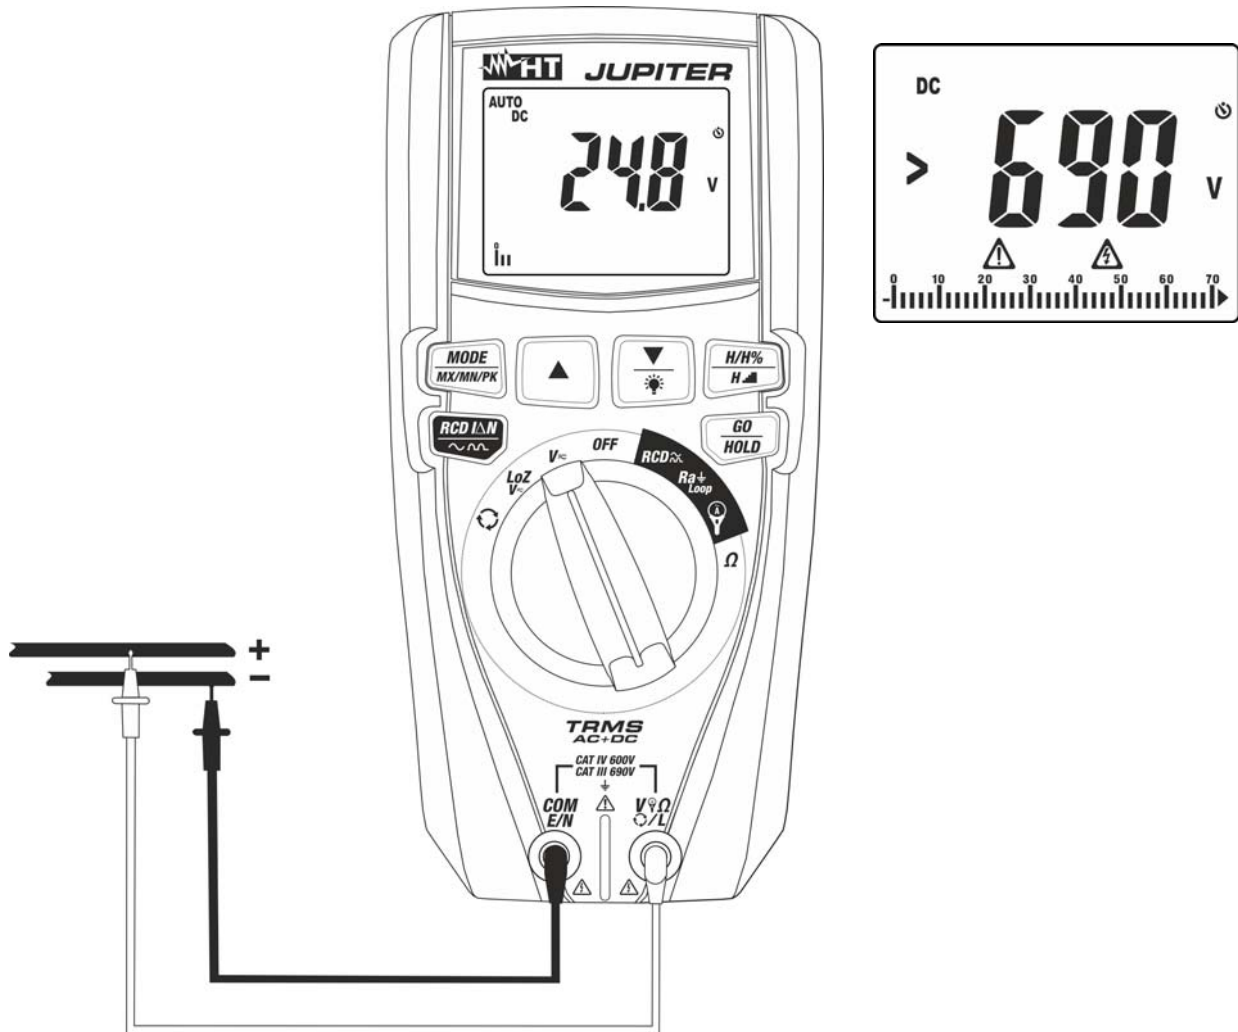
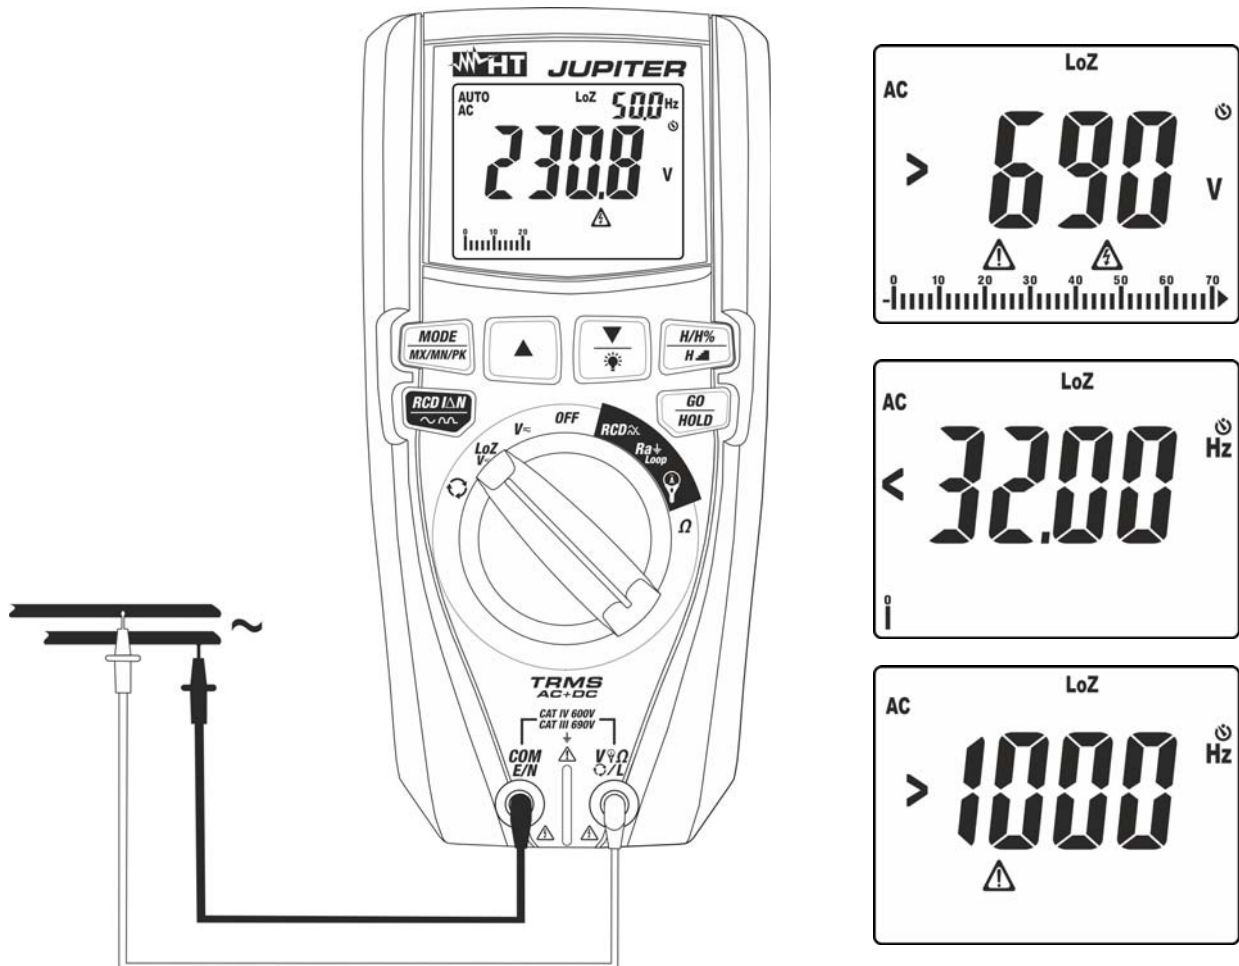

Fig. 8: Uso del instrumento para medida de Tensión CC
Fig. 10: Uso del instrumento para medida de Tensión CA/CC con función LoZ
3. Posicione la punta roja y la punta negra respectivamente en los puntos con potencial positivo y negativo del circuito en examen (ver Fig. 8). El valor de la tensión se muestra en pantalla
4. Si en pantalla se muestra el mensaje ">690V" (ver Fig. 8) se ha alcanzado el fondo escala del instrumento
5. La visualización del símbolo "-" en el visualizador del instrumento indica que la tensión tiene sentido opuesto con respecto a la conexión de Fig. 8.
4. Posicione la punta roja y la punta negra respectivamente en los puntos del circuito en examen (ver Fig. 10) para la medida de tensión CA o bien en los puntos con potencial positivo y negativo del circuito en examen (ver Fig. 8) para la medida de tensión CC. El valor de la tensión se muestra en pantalla. En la parte superior derecha del visualizador se muestra el valor de la frecuencia de la tensión. Pulse la tecla **MODE/MX/MN/PK** para mostrar el valor de la frecuencia con mayor resolución
5. Si en pantalla se muestran los mensajes "<32Hz" o ">1000Hz" (ver Fig. 10) el valor de la frecuencia está fuera del intervalo de medida **32Hz ÷ 1000Hz**
6. La visualización del símbolo "-" en la pantalla del instrumento indica que la tensión tiene sentido opuesto con respecto a la conexión de Fig. 8